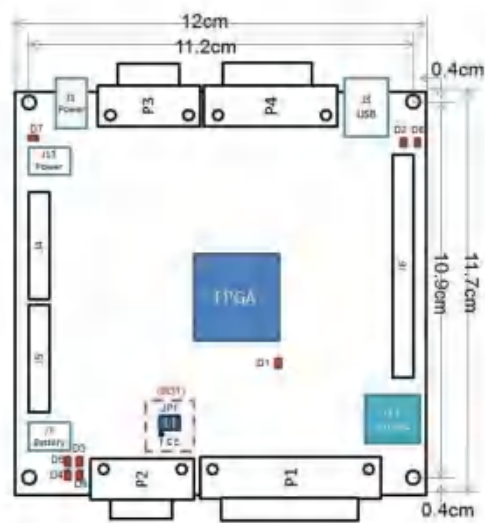
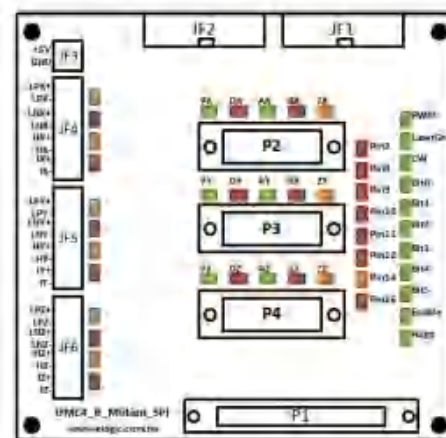

图 2
图 3
(1) UMC4 激光打标卡与转接板接口功能定义简略图, 如下图 2、图 3 所示: